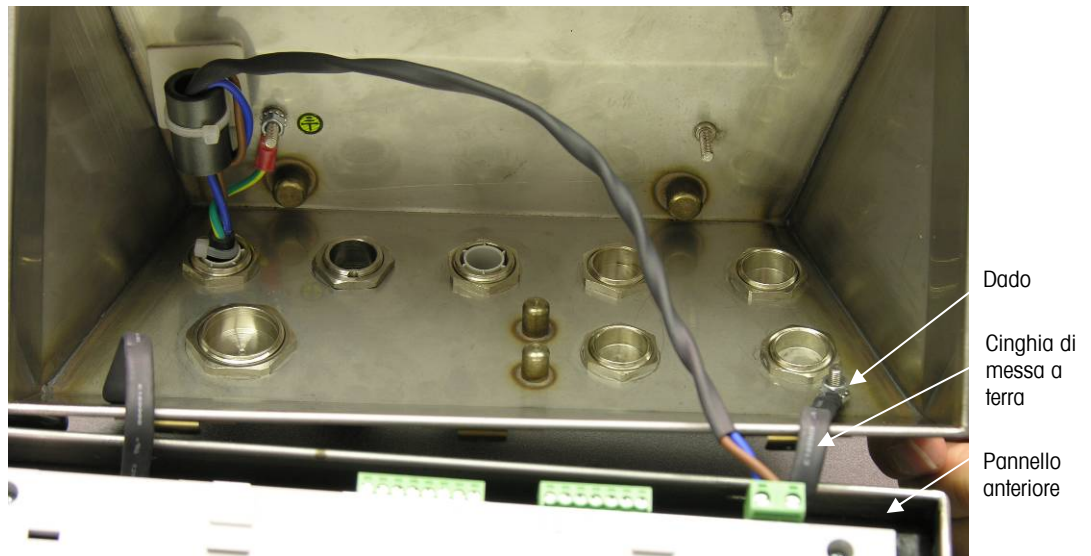

Figura 2-9: Capovolgimento del coperchio
- c. Ruotare con attenzione il coperchio anteriore di 180 gradi e riattaccare le due cinghie di messa a terra ai due perni vicino alle bocche di fissaggio utilizzando i due dadi rimossi nel precedente passaggio come illustrato nella Figura 2-9. Serrare i due dadi.